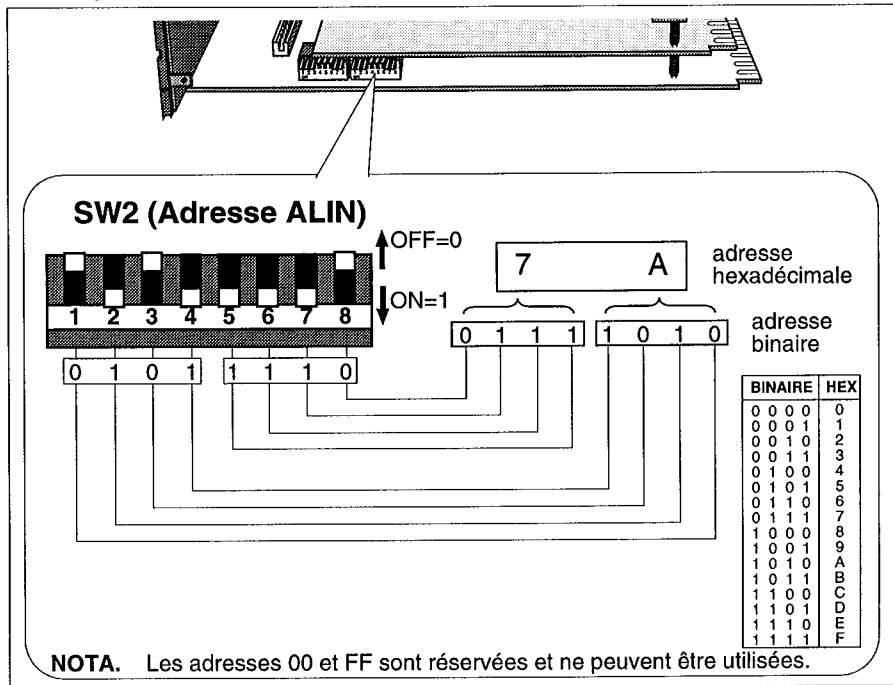

Figure 2-13 SW2 — Configuration des adresses ALIN (exemple)
La figure 2-13 montre le bloc de commutateurs DIL 2 des adresses ALIN et un exemple de configuration (7A hex).
Ce bloc de commutateur permet de configurer les adresses du T640 sur le réseau ALIN. La figure 2-13 montre comment les configurer et les lire, en utilisant l'adresse hexadécimale 7A à titre d'exemple. Notez que le commutateur 1 représente le bit de poids faible et le commutateur 8 celui de poids fort, c'est à dire qu'il sont dans l'ordre inverse. **Notez également que les adresses 00 et FF ne doivent pas être utilisées.**
- 1 Retirez le T640 de son manchon et notez l'adresse ALIN (hex) configurée sur le bloc de commutateurs DIL SW2 de la carte mère. (Voir les détails sur ces opérations et les précautions à prendre au chapitre 2. La lecture de SW2 est expliquée figure 2-13 au paragraphe *Configuration de l'équipement*).